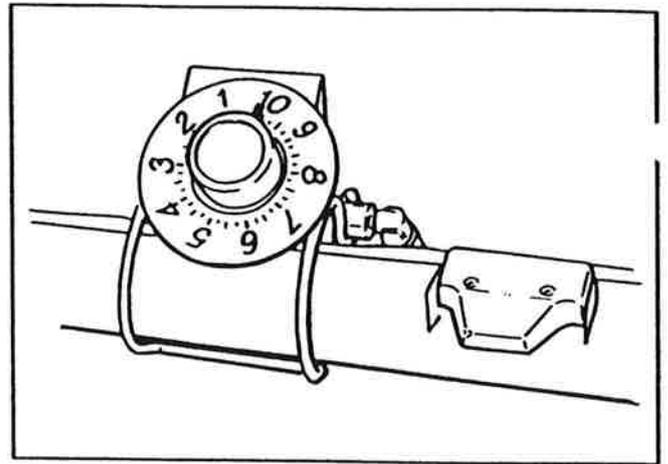

Fig. 20
- Fig. 20 : Der Regelventil hat eine Skala von 1 bis 10 - 10 ist die höchste Geschwindigkeit.